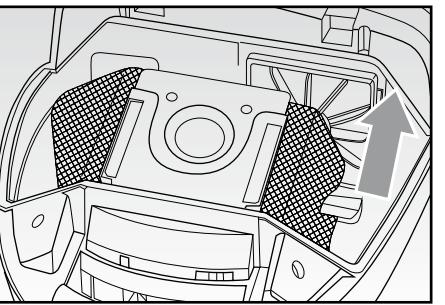

Fig. 8
- Estrarre il sacchetto, prestando attenzione a non strapparlo, fare scivolare la parte di cartone rigida o in plastica nel caso di sacchetto in tessuto, nelle apposite guide (FIG. 8). Gettarlo nel bidone della spazzatura nel caso di sacchetto in carta, oppure svuotarlo nel caso di sacchetto in tessuto.